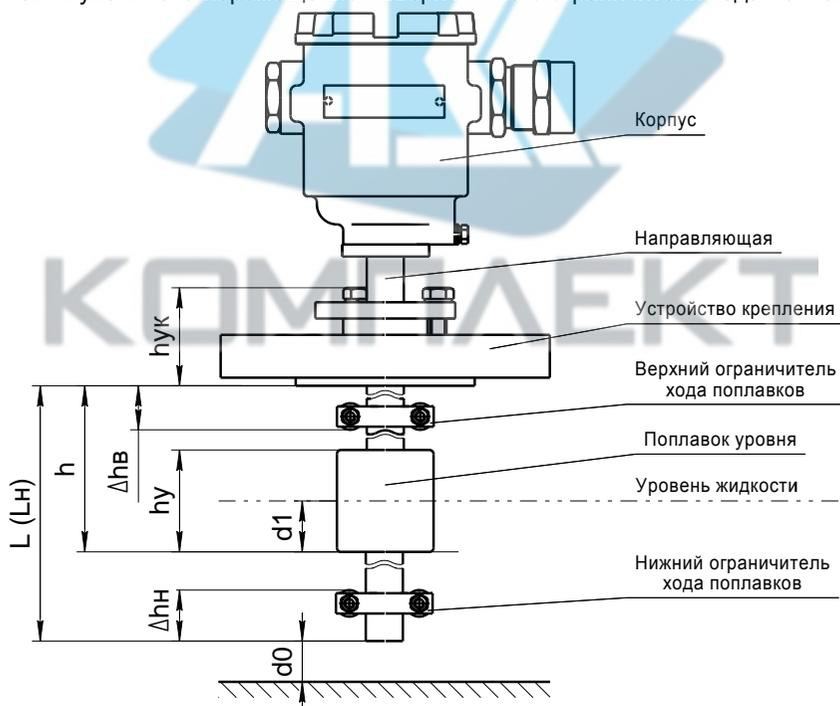

Рисунок 4
2.1.14 Нижний предел измерений уровня H_n (рисунок 4) определяется по формуле, мм:
Величина верхней неизмеряемой зоны **Δh_в** определяет положение верхнего ограничителя хода поплавка (рисунок 4) относительно устройства крепления, при выпуске из производства устанавливается минимальной, равной: